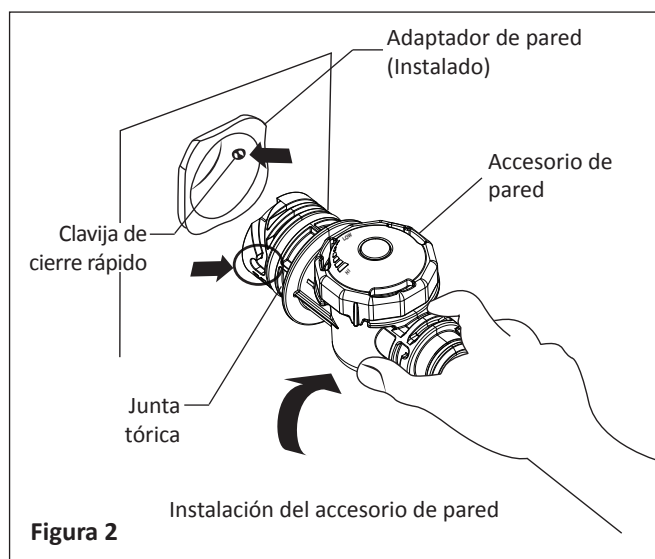

Figura 2
5. Inserte el adaptador de accesorio de pared en el conducto de retorno enroscado 1-1/2" NPT. Apriete manualmente hasta que esté ajustado. Véase **figura 2**.
6. Alinee el accesorio de pared con la clavija de cierre rápido dentro del adaptador de pared. Empuje el accesorio de la pared en el adaptador hasta que toque el fondo de la pared. Gire ¼ en el sentido horario para bloquear el accesorio de pared. **Tire suavemente hacia afuera para un mejor ajuste y así engarzar las clavijas de cierre rápido.** Véase la **figura 2**.